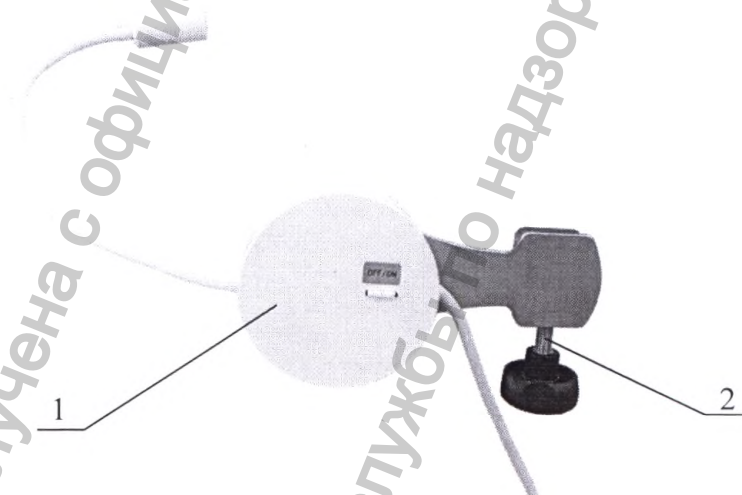

Рисунок 7. Светильник смотровой.
7. Светильник смотровой. (Рисунок 7). Устанавливается с помощью встроенного зажима на направляющей планке кресла гинекологического. Работает от сети питания $\sim(230\pm 23)\text{В}$, $(50\pm 0,1)\text{Гц}$. Для подключения необходимо использовать розетку с защитным заземлением.